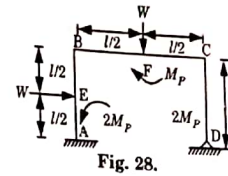

Fig. 28.
- a. Find the collapse load for the frame shown in Fig. 28.